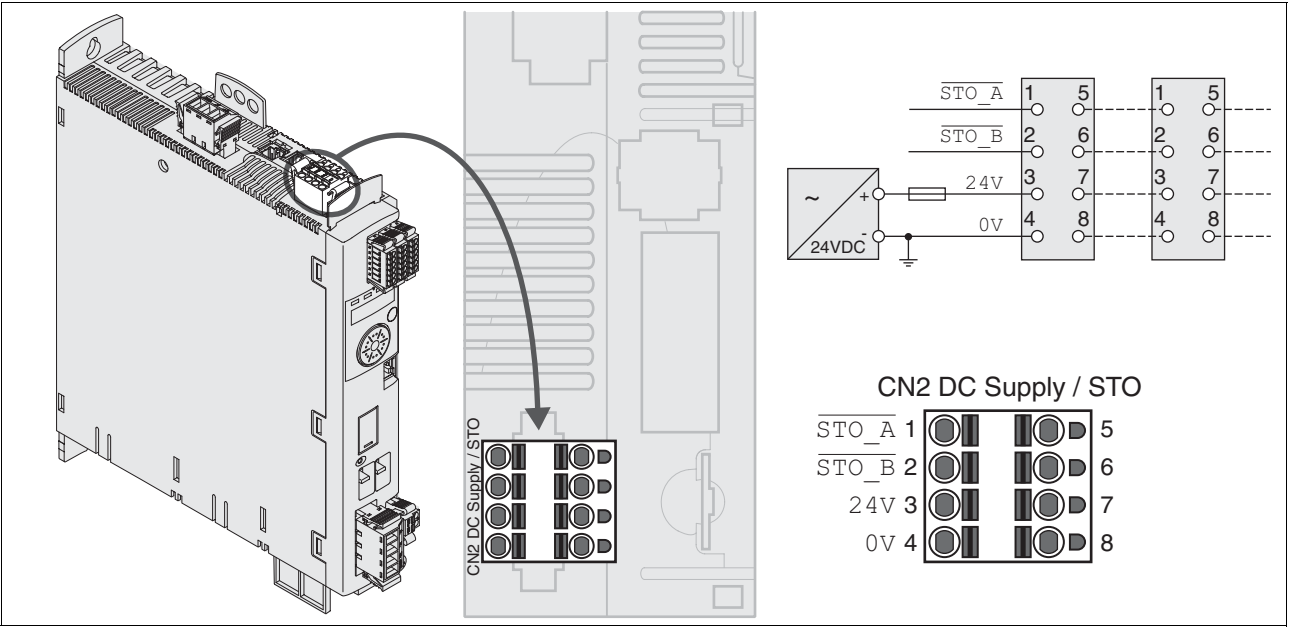

图 6. 15 控制系统电源接线图
- CN2、Pin 3 和 7 以及 CN2、Pin 4 和 8 (参见 图 6. 15) 可作为 24V/0V 连接用于其它用电器。¹ 注意最大允许端子电流 (“ 压簧端子 CN2 的属性 ”) 。